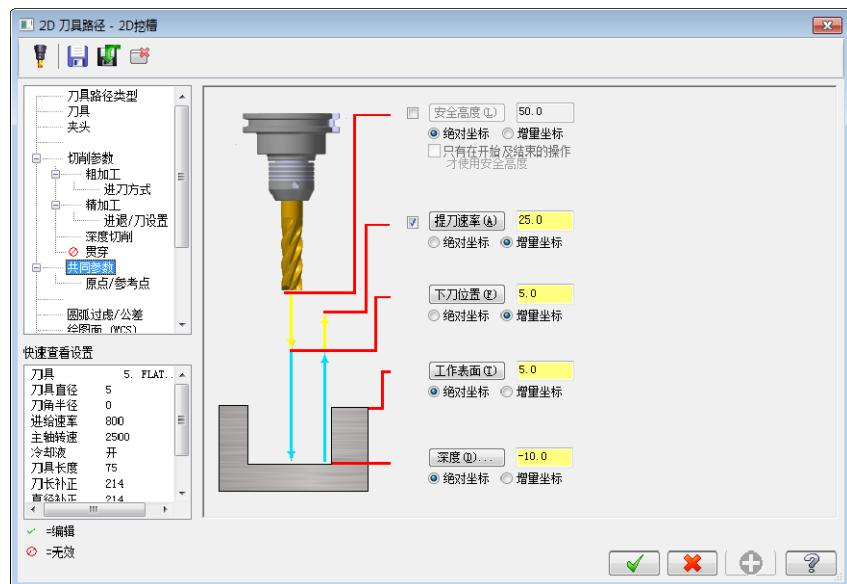

图 12-90 设置挖槽加工参数
- 04 设置挖槽加工参数。选择“切削参数”选项，设置深度为-5，如图 12-90 所示。